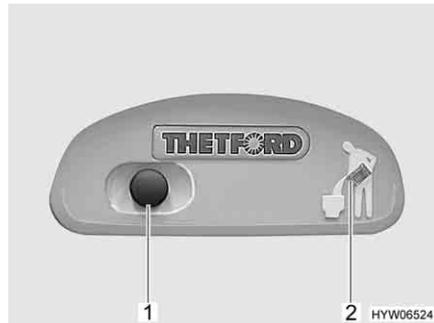
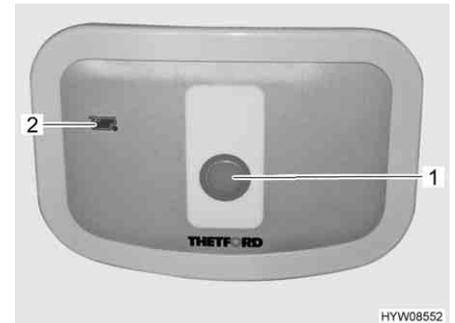

Fig. 170 Pulsante dello sciacquone/spia di controllo toilette Thetford
Fig. 171 Pulsante dello sciacquone/spia di controllo toilette Thetford (alternativa)
- Per sciacquare premere il pulsante blu (Fig. 170,1 o Fig. 171,1).
La spia di controllo (Fig. 170,2 o Fig. 171,2) è accesa quando il serbatoio fecale deve essere svuotato.